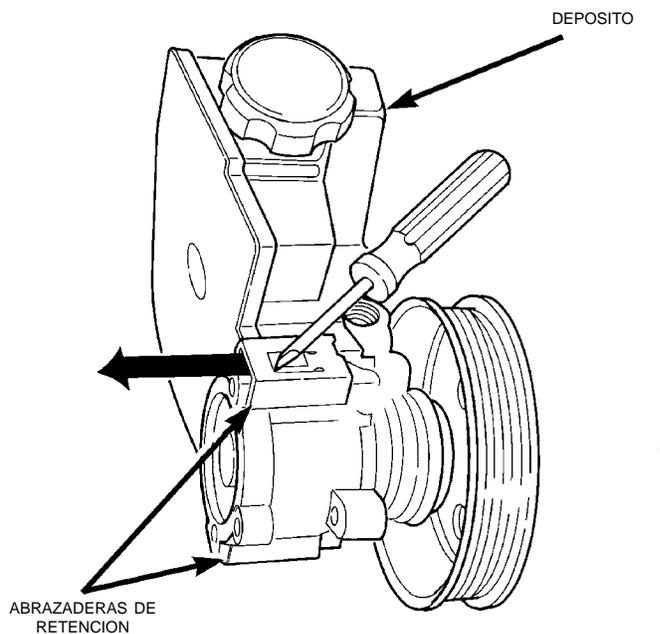

Fig. 7 Abrazaderas del depósito de la bomba
- (1) Retire la bomba de la dirección asistida.
- (2) Limpie el exterior de la bomba.
- (3) Sujete el cuerpo de la bomba con una mordaza de mandíbulas blandas.
- (4) Haciendo palanca en la lengüeta, extraiga las abrazaderas de retención (Fig. 7).